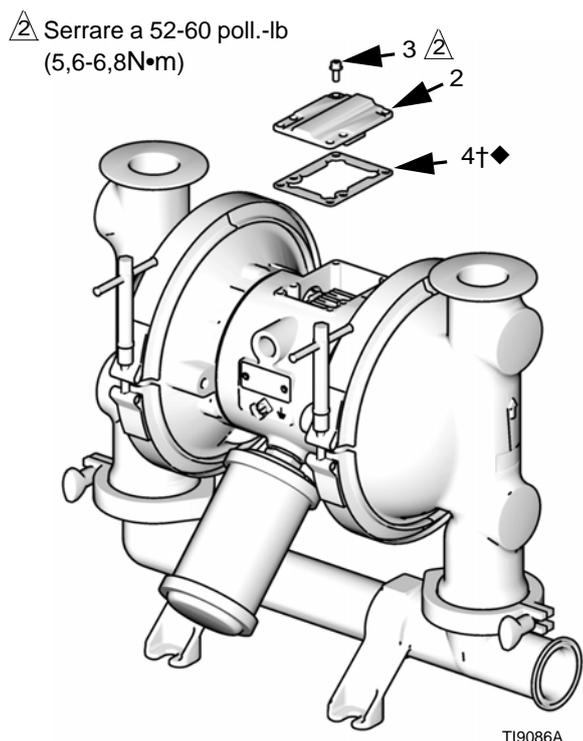

FIG. 5
2. Con un cacciavite torsionometrico (T20) o una chiave fissa a tubo da 7 mm (9/32 poll.), rimuovere le sei viti (3), la copertura della valvola pneumatica (2) e la guarnizione (4). Fare riferimento alla FIG. 5.
10. Allineare la guarnizione della valvola (4†◆) e il coperchio (2) con i sei fori nel corpo centrale (1). Fissare con sei viti (3) utilizzando un cacciavite Torx (T20) o una chiave a tubo da 7 mm (9/32 in.). Serrare fino a 52-60 poll.-lb (5,6-6,8 N•m). Fare riferimento alla FIG. 5.